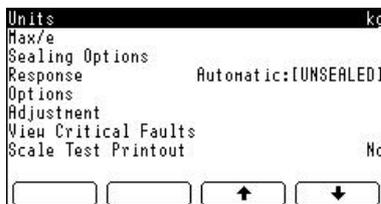

Abbildung 13: Die W&M-Seite.
- 3 Geben Sie, sofern erforderlich, das Wiegekonfigurationskennwort (322225) ein, und drücken Sie . Die Wiegekonfigurationsseite erscheint (siehe Abbildung 13).